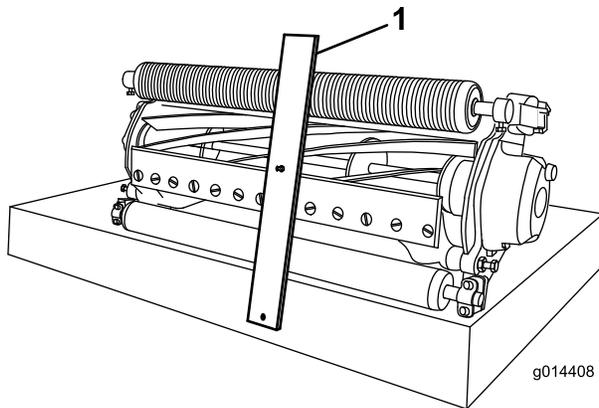

図 10
2. 刈高ゲージのボルトの頭を下刃の先端に引っかけ、バーの後端を後ローラに当てがう図 10。